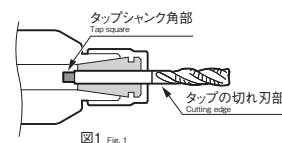

図1 Fig. 1
- コレットの内径長さ以上にタップのシャंक部を差し込んで下さい(図1)。
ER8コレットには角がないため、コレットの破損、把握力低下、精度低下の原因になります(図1)。
- タップの切れ刃部はコレットでつかまないで下さい。精度低下の原因になります(図1)。
- Insert the shank of the tap beyond the collet's inner diameter length (Fig. 1).
The ER8 collet does not have a square hole, which can cause damage to the collet, reduce chucking force, and reduce accuracy (Fig. 1).
Do not chuck the cutting edge of flute to the tap. This may decrease the accuracy (Fig. 1).